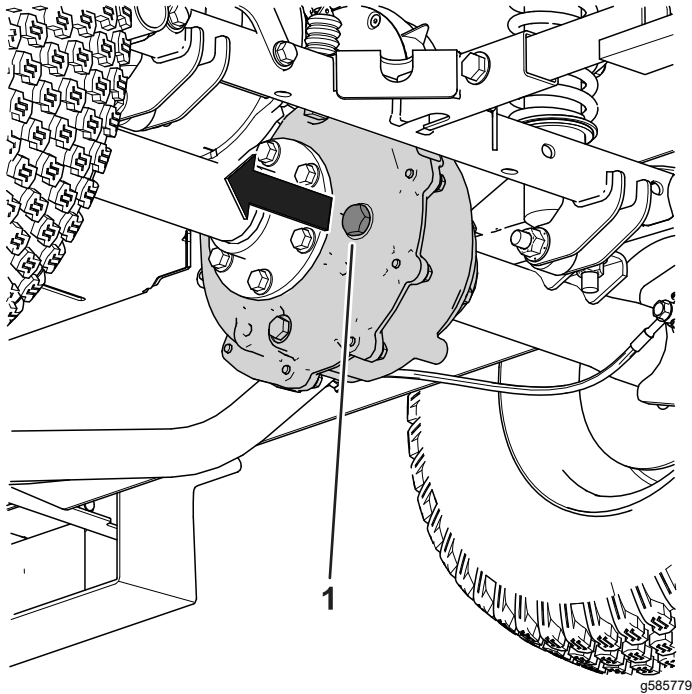

Figure 53
1. Enlevez le bouchon de remplissage de la boîte-pont (Figure 53).
2. Si le niveau de liquide est trop bas, enlevez le bouchon de remplissage et ajoutez le liquide spécifié indiqué sous [Vidange du liquide de la boîte-pont \(page 46\)] jusqu'à ce qu'il ressorte par l'orifice (Figure 53).